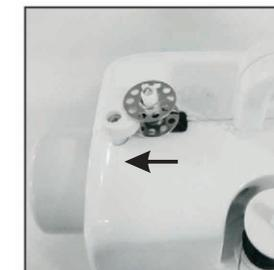

Fig.13
- (3) Coloque la bobina en el pasador de bobinado, Enrolle el hilo en sentido horario alrededor de la canilla varias veces (Fig.13).